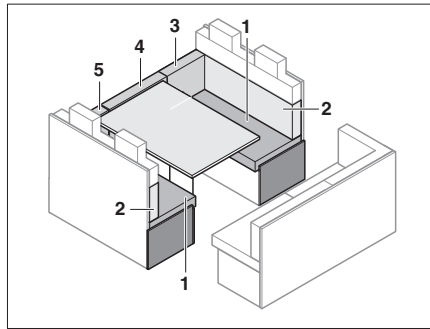

Bild 151 Vor dem Umbau
- Rückenpolster (Bild 151,3,4 und 5) entfernen und zur Seite legen.